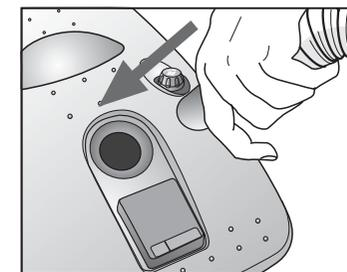

Fig. 5
**LIGAÇÃO DO TUBO FLEXÍVEL PARA A FUNÇÃO DE ASPIRAÇÃO (Figs. 5 - 6)**
- Introduza a conexão (1) do tubo flexível (2) na sede da tomada para os acessórios (D).